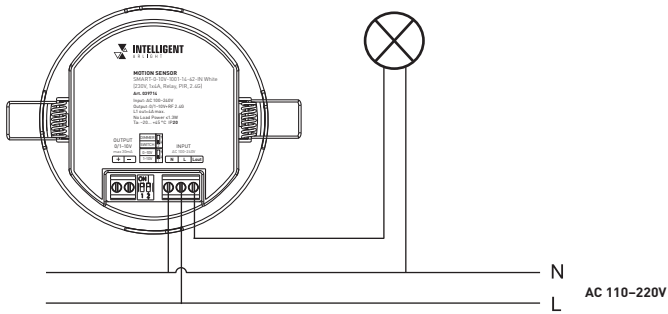

Рис. 2. Схема подключения датчика движения к недиммируемому источнику света (с использованием релейного выхода 230 В)
3.2. Подключите устройство согласно схемам, приведенным на рис. 2, 3 и 4.